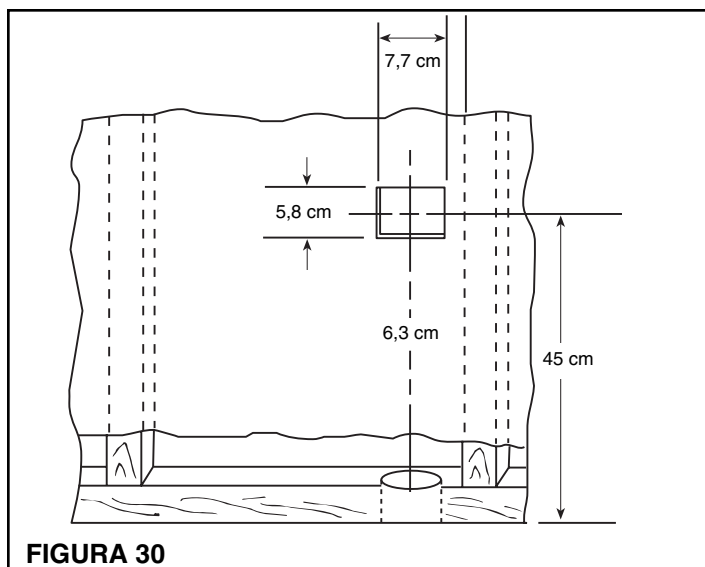

FIGURA 30
5. Si el área está clara, corte una abertura para el enchufe en la pared a aproximadamente 45 cm del piso. Asegúrese de que se alineen la abertura de pared y el agujero de tubo de 6,3 cm (Figura 30).